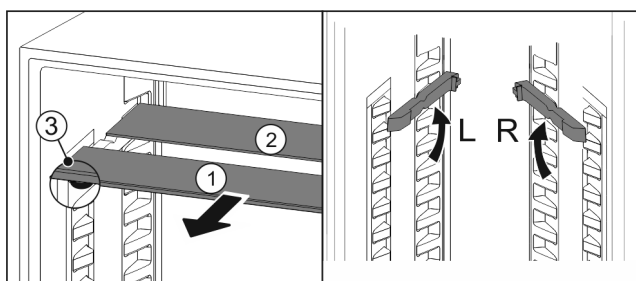

Fig. 58
- Skleněné desky jednotlivě vytáhněte dopředu Fig. 58 (1).
- ▷ Skleněná deska Fig. 58 (1) s ozdobnou lištou leží vpředu.
- ▷ Zářky Fig. 58 (3) směřují dolů.